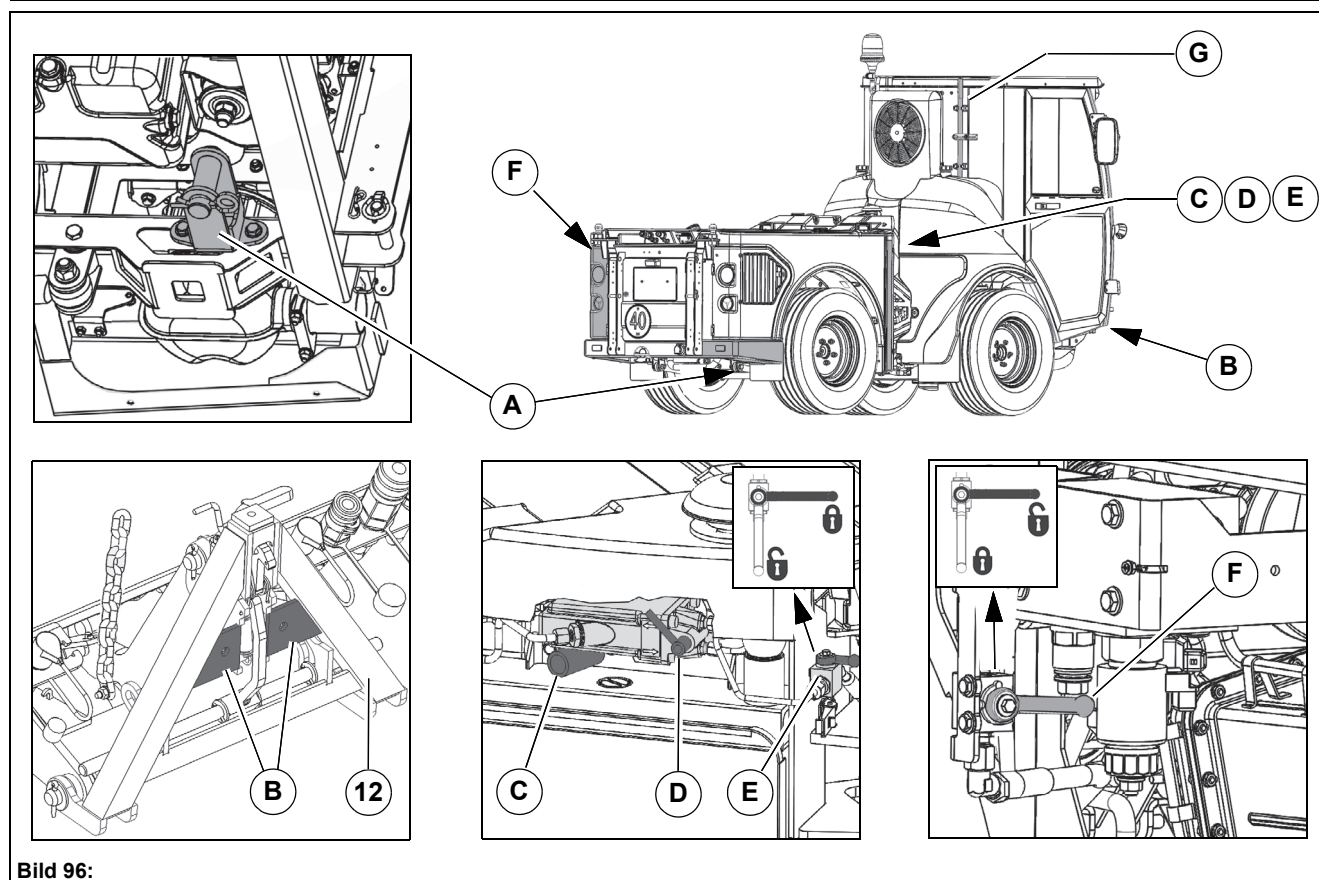

Bild 96:
1. Bogseröglan **Bild 96-A** är placerad till höger på bakvagnen och den måste monteras på frontaggregathållarens **Bild 96-B** fäste **Bild 96-12**.
2. Vrid spaken till handpumpen **Bild 96-D** till det övre läget.
3. Stäng kulkranen **Bild 96-E** till höger bredvid handpumpen (se symbol).
4. Öppna bypassventilens kulkran **Bild 96-F** (se symbol).
5. Sätt in hjälpverktyget **Bild 96-G** i handpumpen **Bild 96-C** och pumpa tills parkeringsbromsen är lossad (cirka 25x).
Öppna kulkranen **Bild 96-E** igen när bogseringen är avslutad och stäng bypassventilens kulkran **Bild 96-F** igen. För tillbaka spaken till handpumpen **Bild 96-C** till det nedre läget igen!